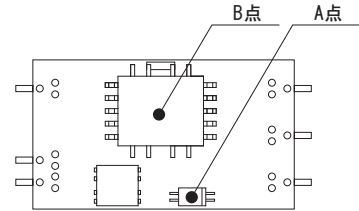

図8.11 強制通風時の温度測定箇所
■強制通風時は、図8.11のA点の温度が95℃以下、かつB点の温度が115℃以下となるように通風して、ご使用ください。